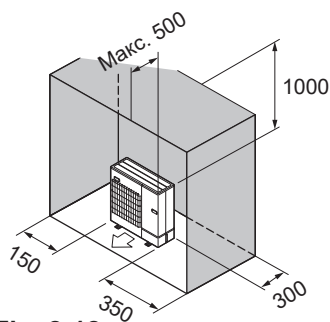

Fig. 2-12
- ⑥ Көдергілер тек артқы, бүйір жағында және одан жоғарыда (Fig. 2-12)